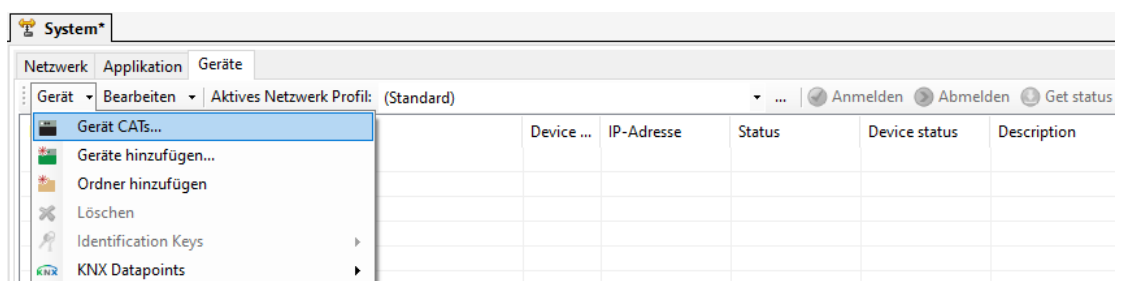

Abbildung 51: Erstellen einer Gerätesressource im System.
20. Wählen Sie die Registerkarte **Geräte**. Klicken Sie dann auf das Dropdown-Menü **Gerät** und wählen Sie **Geräte-CATs**, um die Gerätesressourcen zu erstellen (siehe Abbildung 51).